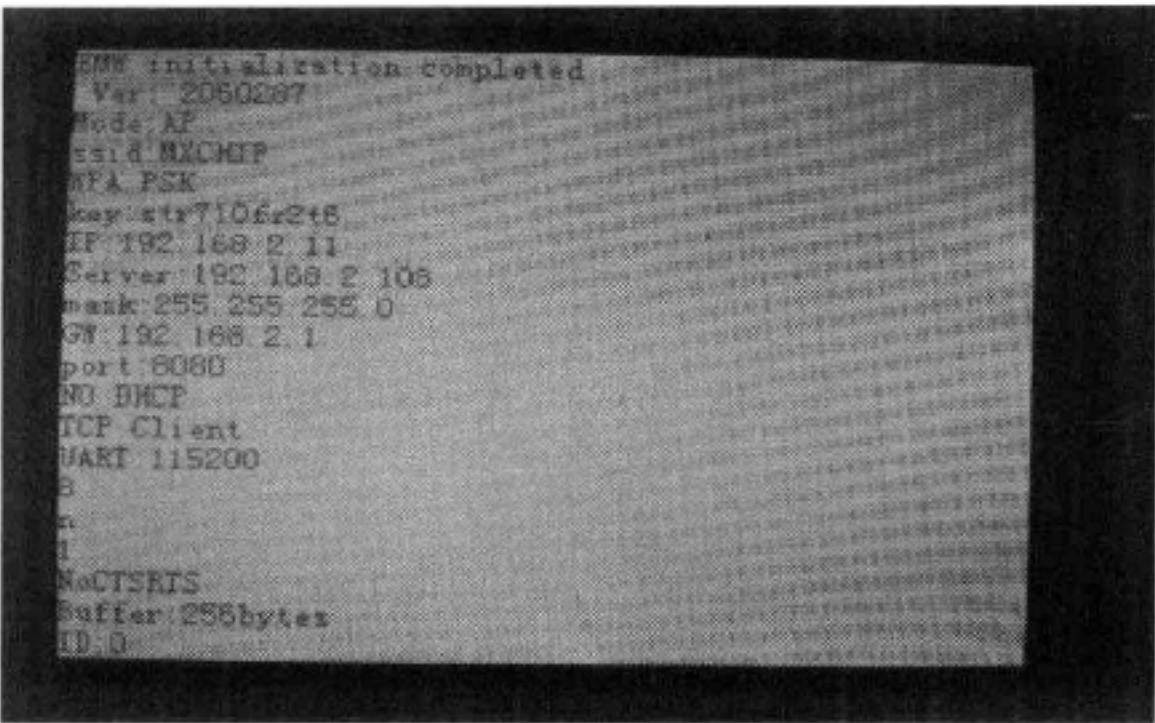

图 25-7 读取 Wi-Fi 模块参数到 LCD 屏
1) 读取到 Wi-Fi 模块的配置参数，并且显示到 LCD 屏，见图 25-7。